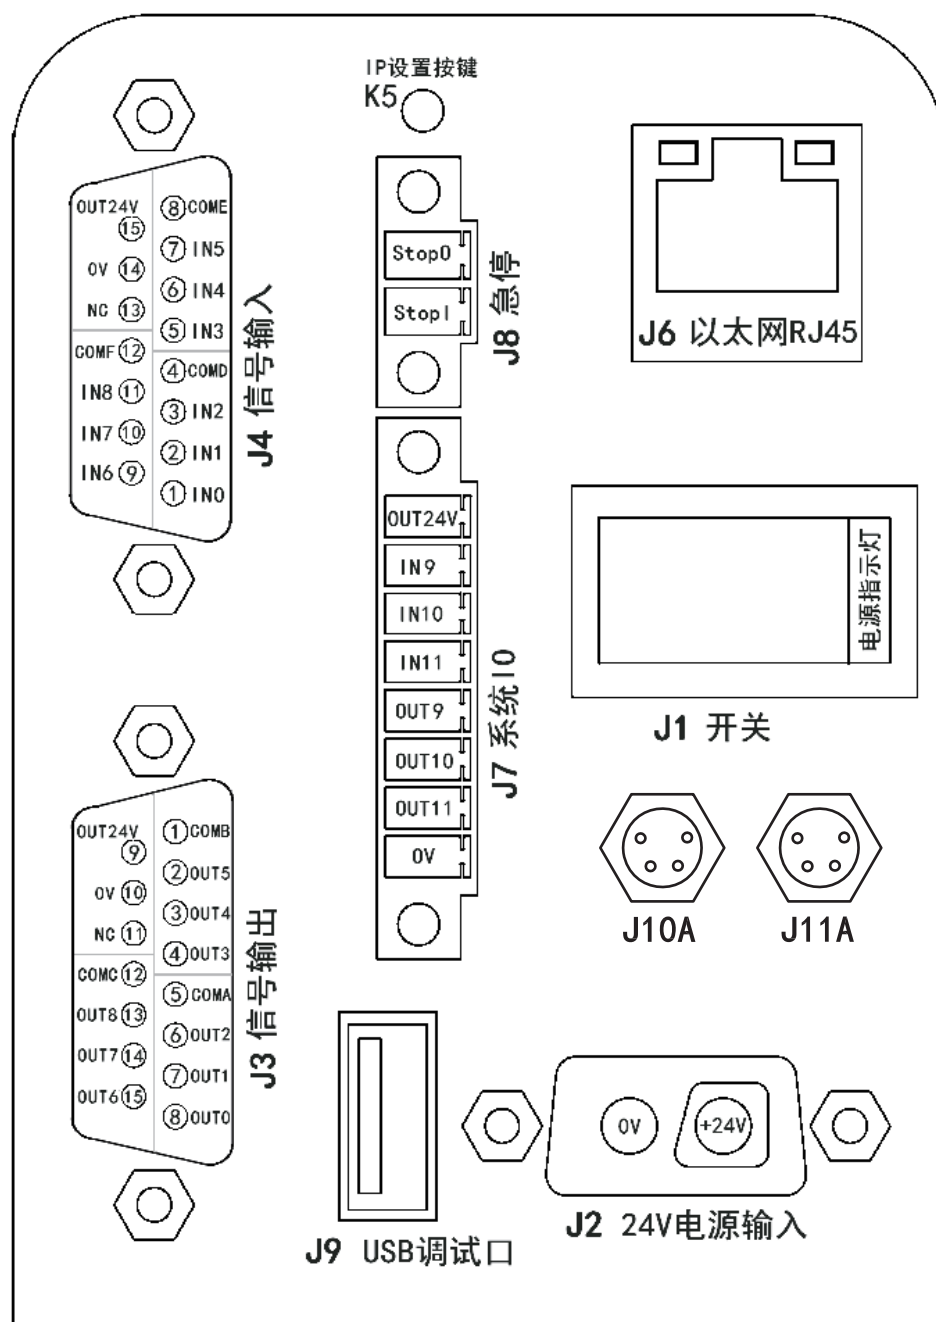

图 1
1. A处底座接口总示意图（图1所示）
2. 图1接口定义说明
3. 图1中J3、J4接口内部电路设计（图2所示）